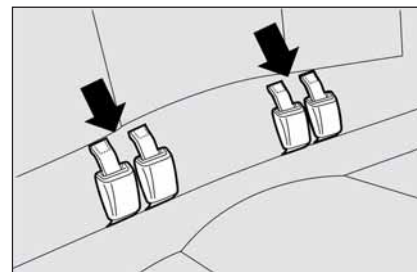

fig. 120
- ☐ enganche las hebillas a las patillas **fig. 120** (indicadas por las flechas) situadas en el respaldo;